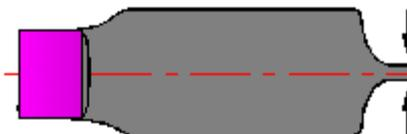

Рисунок 7 - Усадка термоусадочной трубки
2.1.13 Усадить термоусадочную трубку, нагревая её феном или зажигалкой. После того, как трубка полностью сядет, обжечь свободный конец трубки пассатижами пока он ещё горячий. При этом торец трубки должен склеиться, герметизируя торец кабеля (см. рисунок 7).